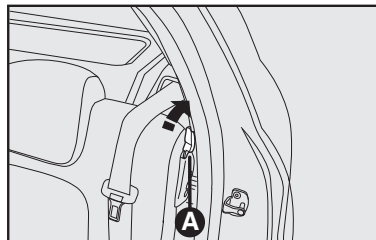

fig. 98
4) Desencaixar o encosto, movendo as alavancas laterais A-fig. 98 no sentido da seta.
Para isso, destravar a alavanca da direita ou da esquerda **A-fig. 98** e rebater para a frente o encosto até obter uma única superfície de carga.